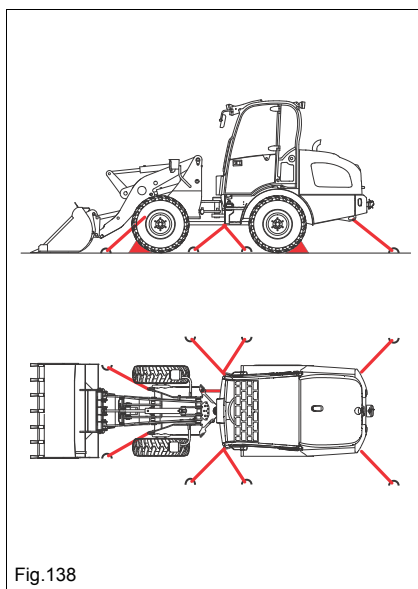

Fig.138
4. Fastsur køretøjet som vist i Fig. 138.